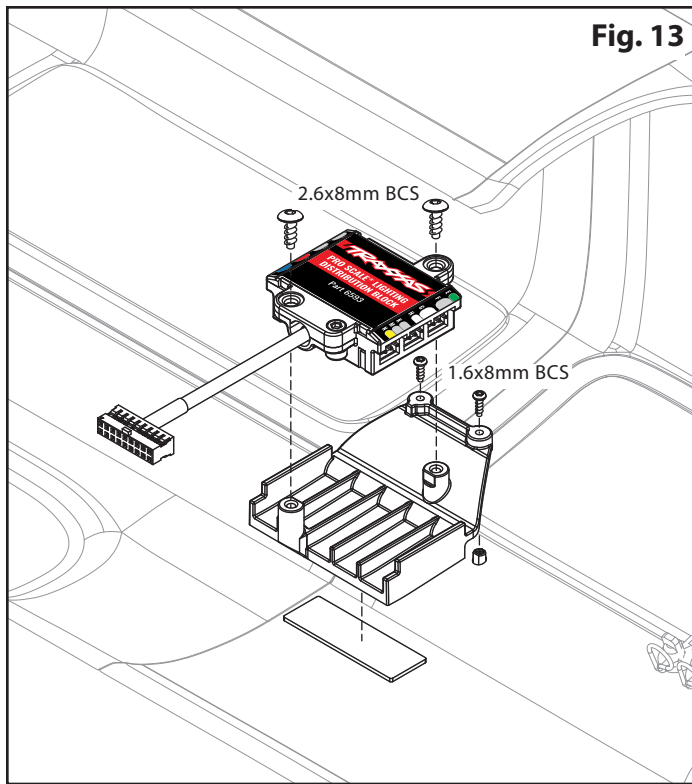

Fig. 13
3. Retire los tornillos de cabeza de botón de 1,6 x 5 mm (2) de la estructura de la manija de la puerta del lado del conductor (lado izquierdo) (G). Retire la estructura.
4. Retire el papel de la parte trasera de la cinta de espuma adhesiva incluida y péguelo en la superficie plana de la parte posterior de la estructura del bloque de distribución (Fig. 13). *Aún no retire el papel de la parte trasera del otro lado de la cinta.*
5. Instale la estructura del bloque de distribución y asegúrela con los tornillos de cabeza de botón de 1,6 x 5 mm (2) como se muestra en la Fig. 13.
7. Utilice los tornillos de cabeza de botón de 2,6 x 8 mm incluidos para asegurar el bloque de distribución al montaje (Fig. 13).